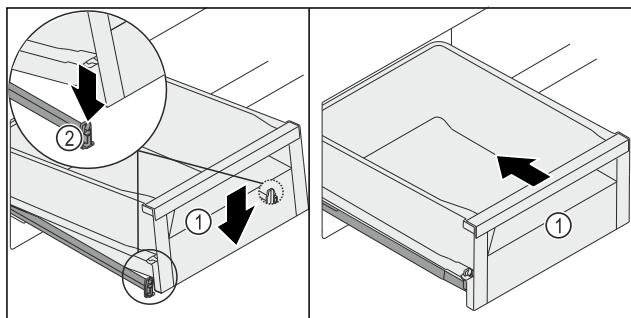

Fig. 260
- Predal Fig. 260 (1) spustite spredaj tako, da predal zdrsne v objemko Fig. 260 (2) na levi in desni.
- Predal Fig. 260 (1) se zadaj slišno zaskoči.
- Vstavite predal Fig. 260 (1).